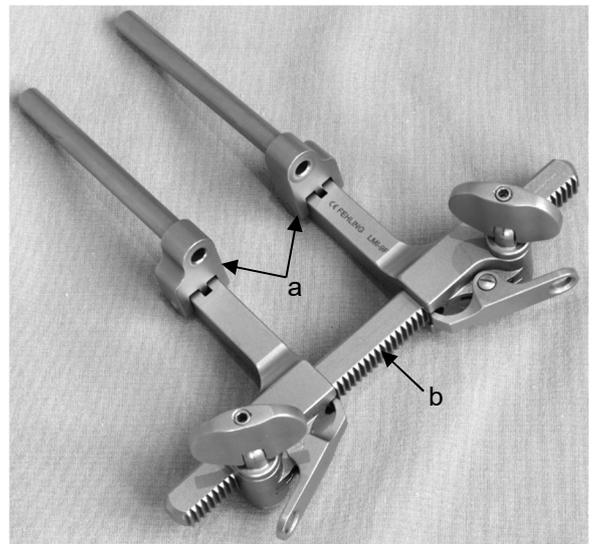

Abb. 9
5. Der CONCEPT HWS Intervertebraldistraktor (Abb. 9) besteht aus zwei beweglichen Spreizerarmen (a) und einer Zahnstange (b).